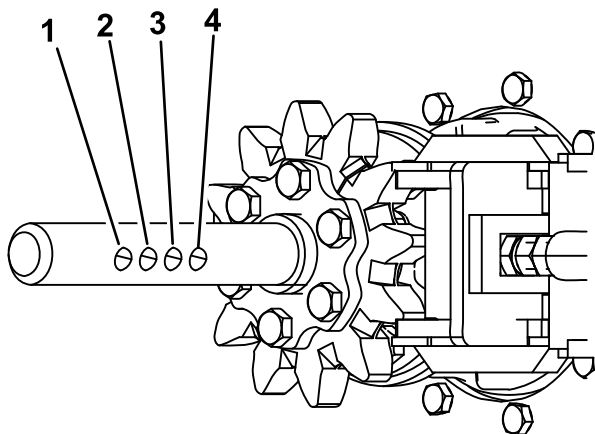

Figura 6
1. Utilice el perno y la tuerca retirados anteriormente del sinfín para sujetarlo en los taladros correctos, como se muestra en la Figura 6.